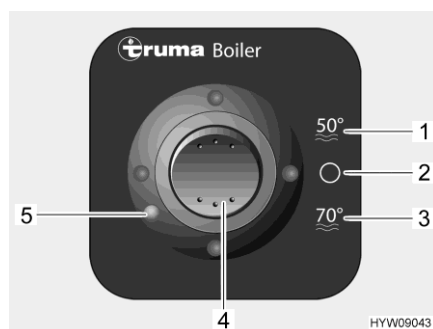
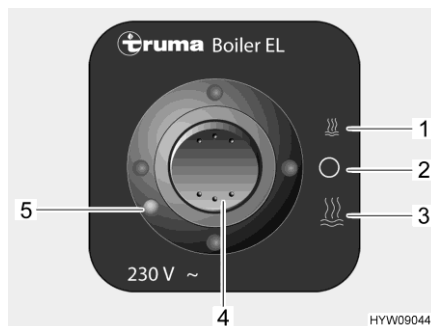

Fig. 85 Unité de commande du régime au gaz (chauffe-eau Truma)
Fig. 86 Unité de commande pour le fonctionnement sur 230 V (chauffe-eau Truma)
- Placer le commutateur à bascule (Fig. 85,4) sur "50 °C" (Fig. 85,1) ou sur "70 °C" (Fig. 85,3).
- Placer le commutateur à bascule (Fig. 85,4) sur "0" (Fig. 85,2).
- ▷ En cas de dérangement, le voyant de contrôle (Fig. 85,5) s'allume en rouge.
- Placer le commutateur à bascule (Fig. 86,4) sur faible puissance (Fig. 86,1) ou sur grande puissance (Fig. 86,3).
- Placer le commutateur à bascule (Fig. 86,4) sur "0" (Fig. 86,2).
- ▷ En cas de dérangement, le voyant de contrôle (Fig. 86,5) s'allume en rouge.
- Placer les deux commutateurs à bascule (Fig. 85,4 et Fig. 86,4) sur "0".
- ▷ En cas de dérangement, les voyants de contrôle (Fig. 85,5 et Fig. 86,5) s'allument en rouge.
- Placer le commutateur à bascule pour le régime au gaz (Fig. 85,4) et/ou le commutateur à bascule pour le fonctionnement sur 230 V (Fig. 86,4) sur "0".